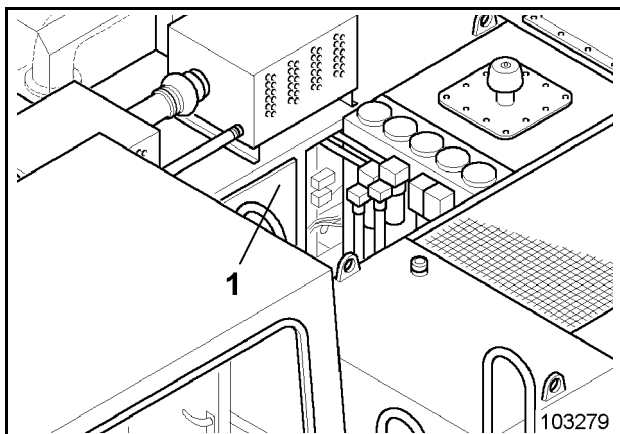

Fig. 3-16:
- Abrir la chapaleta (1, Fig. 3-16:), se tendrá acceso los filtros de aceite de motor.